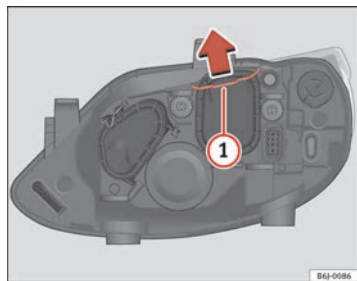

Fig. 137 Luz de cruce
- Desplace el tirante ⇒ fig. 137 ① en el sentido de la flecha y saque la tapa.